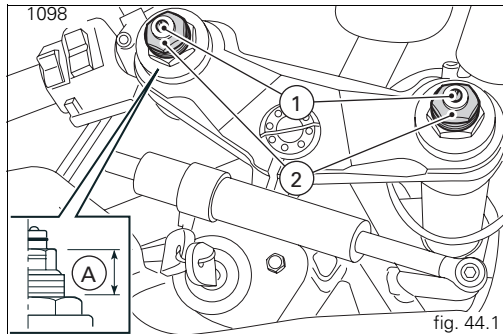
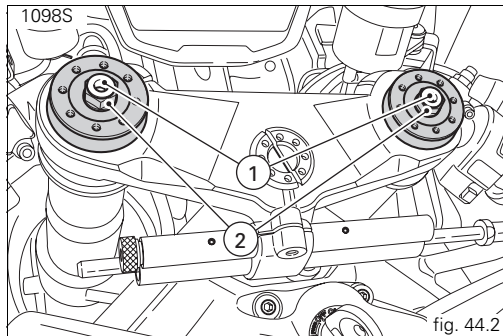

fig. 44.1
fig. 44.2
- 1) modifier le frein hydraulique en détente (fig. 44.1 et fig. 44.2) ;
- 2) modifier la précontrainte des ressorts intérieurs (fig. 44.1 et fig. 44.2) ;
Pour modifier la précontrainte du ressort interne de chaque tube de fourche, tourner la vis de réglage à tête hexagonale (2, fig. 44.1 et fig. 44.2) à l'aide d'une clé hexagonale de 22 mm.